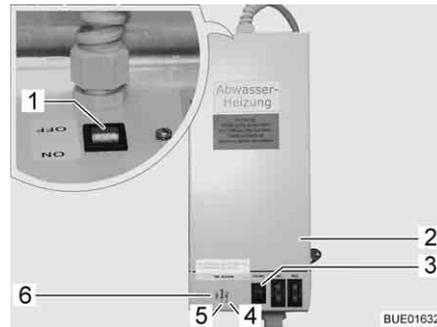

Bild 250 Trafo mit Regelgerät
Der Trafo 230 V AC/12 V DC (Bild 250,2) ist je nach Modell im Kleiderschrank oder in der Truhe der Sitzgruppe eingebaut.
- Kontroll-Leuchte (Bild 250,5) leuchtet grün: Regler in Betrieb.
- Kontroll-Leuchten (Bild 250,4 und 6) leuchten rot: Abwasserleitungen werden erwärmt.
In das Gehäuse ist ein Prüftaster (Bild 250,3) integriert, mit dem das Regelgerät kurzzeitig in Betrieb genommen werden kann. Durch Drücken des Prüftasters lässt sich die Funktion der Erwärmung testen, auch wenn die Umgebungstemperatur über 5 °C liegt.
- Schalter (Bild 250,1) am Trafo (Bild 250,2) auf "ON" stellen.
- Schalter (Bild 250,1) am Trafo (Bild 250,2) auf "OFF" stellen.